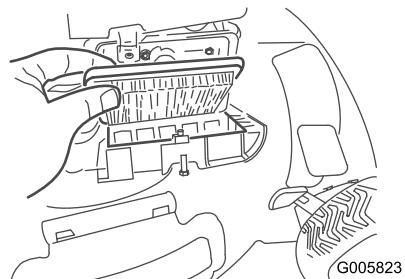

Figura 41
- Sostituite il filtro dell'aria (Figura 41).